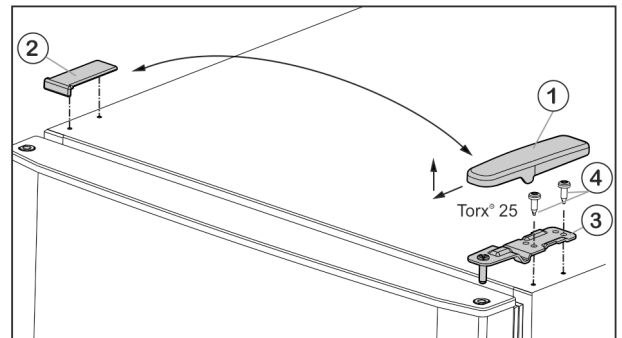

Fig. 5
- ▶ Estrarre la copertura Fig. 5 (1) tirandola in avanti e verso l'alto.
- ▶ Staccare la copertura Fig. 5 (2).
- ▶ Svitare il blocco di supporto superiore Fig. 5 (3) (2 x Torx® 25) Fig. 5 (4) ed estrarre tirando verso l'alto.
- Posizionare la porta superiore sul cuscinetto di supporto centrale (13).
- Inserire il blocco di supporto superiore Fig. 5 (3) sul nuovo lato della cerniera nella porta.
- Avvitare il cuscinetto di supporto superiore **saldamente (con 4 Nm)** (2 giri con chiave Torx® 25) Fig. 5 (4). Eventualmente utilizzare un avvitatore a batteria.
- Applicare il coperchio Fig. 5 (1) sul lato opposto dall'esterno e bloccarlo.
- Applicare il coperchio Fig. 5 (2) sul lato opposto dall'alto e bloccarlo.